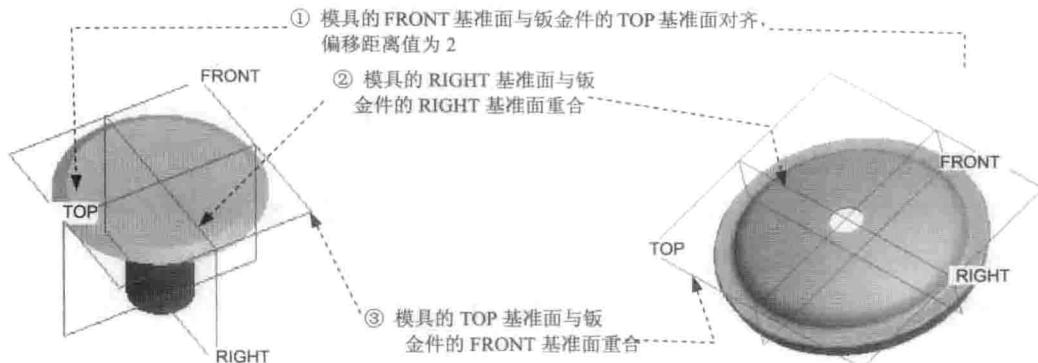

图 1.22 定义成形模具的放置
(1) 选择命令。单击**模型**功能选项卡**工程**区域下的**凸模**按钮。
(2) 选择模具文件。在系统弹出的“凸模”操控板中单击**打开**按钮，系统弹出“打开”对话框，选择D:\creo3.10\work\ch01目录下的sm_punch1.prt作为成形模具，并将其打开。
(3) 定义成形模具的放置。
① 定义匹配约束。单击操控板中的**放置**选项卡，在系统弹出的界面中的**约束类型**下拉列表中选择**距离**，然后分别选取图1.22所示的约束面（模具的FRONT基准面与钣金件的TOP基准面约束），并在**偏移**文本框中输入偏移距离值2.0。
② 定义重合约束。在 **放置** 选项卡中单击 **新建约束**，在 **约束类型** 下拉列表中选择约束类型为 **重合**，然后分别选取图 1.22 所示的重合面(模具的 RIGHT 基准面与钣金件的 RIGHT 基准面重合)。
③ 定义重合约束。在 **放置** 选项卡中单击 **新建约束**，在 **约束类型** 下拉列表中选择约束类型为 **重合**，然后分别选取图 1.22 所示的重合面(模具的 TOP 基准面与钣金件的 FRONT 基准面重合)；此时在 **放置** 选项卡中显示为 **完全约束**。